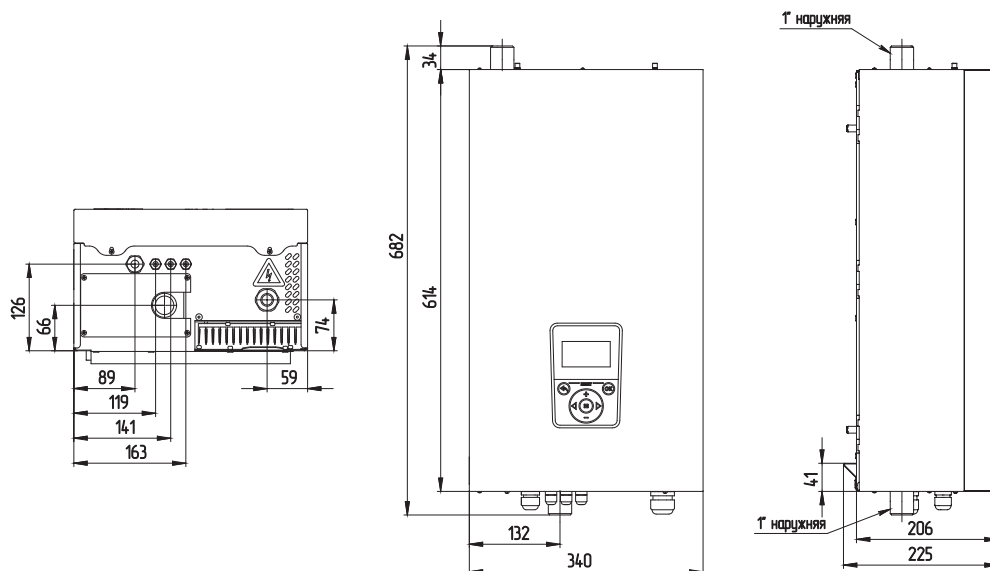

Рис.12 Габаритные размеры ZOTA SOLID-X 6-15 кВт
- подсоединить котел к системе отопления. Габаритные и присоединительные размеры котлов указаны на **рис.12, 13, 14, 15, 16, 17**;